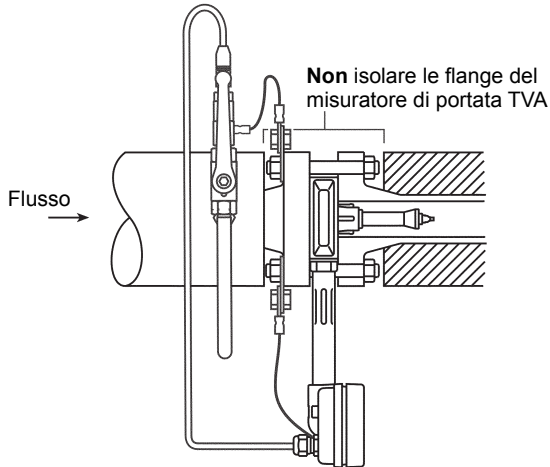

Fig. 6 - Isolamento della tubazione
**Avvertenza: non rivestire (coibentare) il misuratore di portata TVA o le flange di accoppiamento perchè questo potrebbe tradursi in un eccessivo riscaldamento delle parti elettroniche. Il superamento dei limiti di temperatura specificati rende invalida la garanzia, influenza negativamente le prestazioni e può danneggiare il TVA (Fig. 6).**